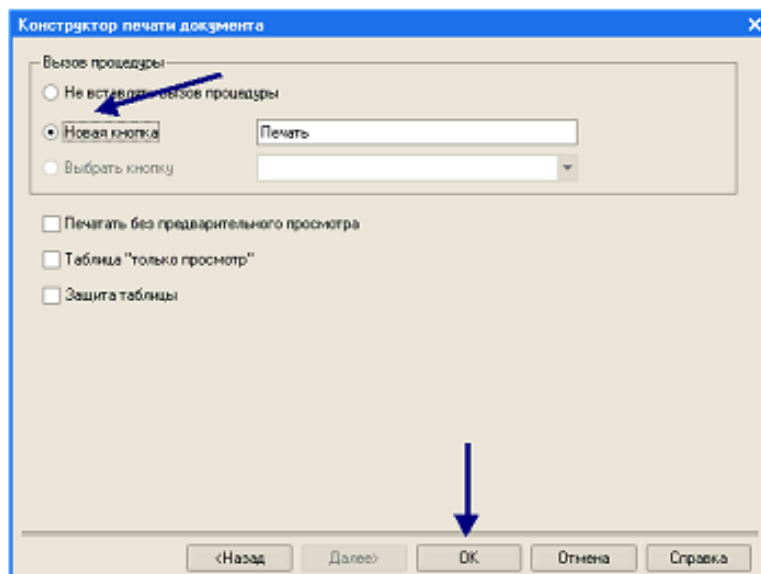

Рис. 74
- на пятом шаге укажите, что конструктор должен вставить новую кнопку в форму документа, предназначенную для вызова процедуры формирования печатной формы документа (рис. 74). Нажмите OK.